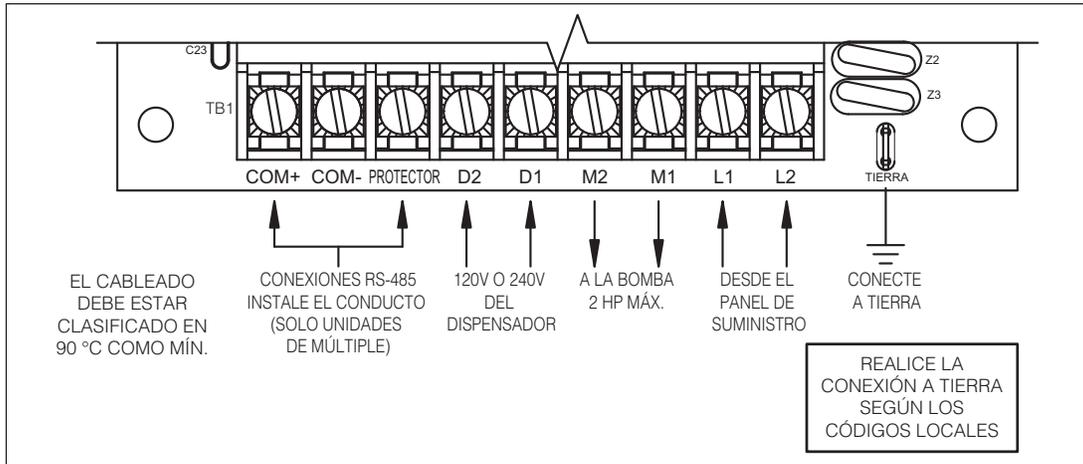

Figura 1. -051, 052
3. Mientras mira el diagrama de cableado (Figura 1) o dentro de la tapa de la caja, conecte los cables de energía de entrada L1 y L2 al bloque de terminales etiquetado TB1. Esta caja de control está diseñada para funcionar con 200 a 250Vac. Debido a que la bomba sumergible de turbina se activa por medio de los terminales M1 y M2 (y terminales M3, modelos -058, -059) en el tablero de circuitos, consulte el manual de instalación e instrucciones que se proporcionó con la bomba para ver el voltaje de suministro correcto. Las clasificaciones típicas de la bomba son de 208 a 240Vac.